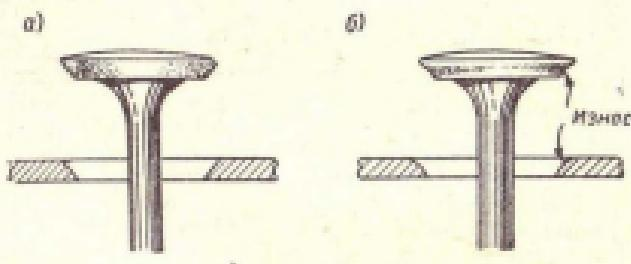

Рис. 199. Рабочие фаски клапана и седла:
1. Рабочие фаски покрыты небольшими раковинами, но их правильная коническая форма сохранилась (рис. 199, а).
2. Рабочие фаски покрыты глубокими раковинами, и на конической поверхности клапана образовалась ступенчатая фаска и фаска седла закруглилась (рис. 199, б).